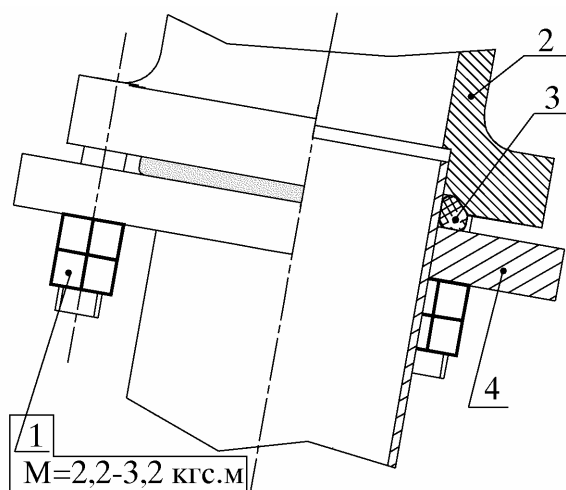
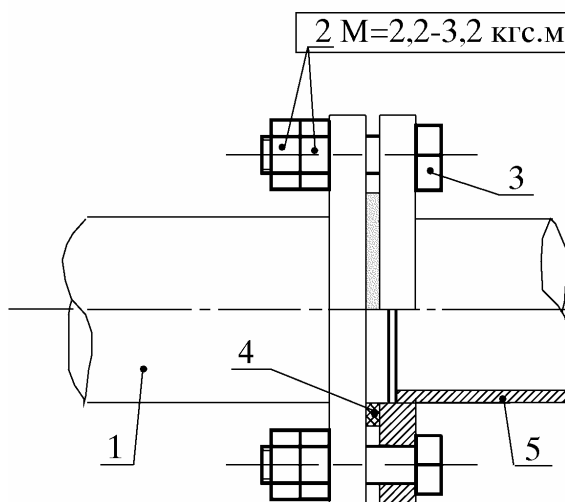
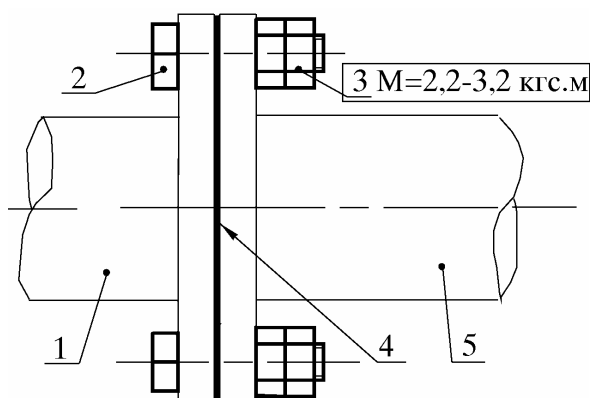

Рис. 5. Крепление резонатора дополнительного к коллектору двигателя:
Рис. 6. Крепление трубы приёмной к резонатору дополнительному:
Рис. 7. Крепление трубы промежуточной к резонатору:
5) в местах фланцевых соединений резонатора дополнительного с коллектором двигателя и трубой приёмной, трубы промежуточной с резонатором установить новые прокладки 3 (рис. 5) и 4 (рис. 6 и рис. 7).
6) гайки 1 (см. рис. 5) крепления фланца резонатора дополнительного 4 к коллектору 2 двигателя затянуть с моментом от 22 до 31 Н.м (2,2 - 3,2 кгс.м)
7) гайки 2 (см. рис. 6) крепления фланца трубы 5 приёмной к фланцу резонатора дополнительного 1 затянуть с моментом от 22 до 31 Н.м (2,2 - 3,2 кгс.м)
8) гайки 3 (см. рис. 7) крепления фланца трубы 5 промежуточной к фланцу резонатора 1 затянуть с моментом от 22 до 31 Н.м (2,2 - 3,2 кгс.м)